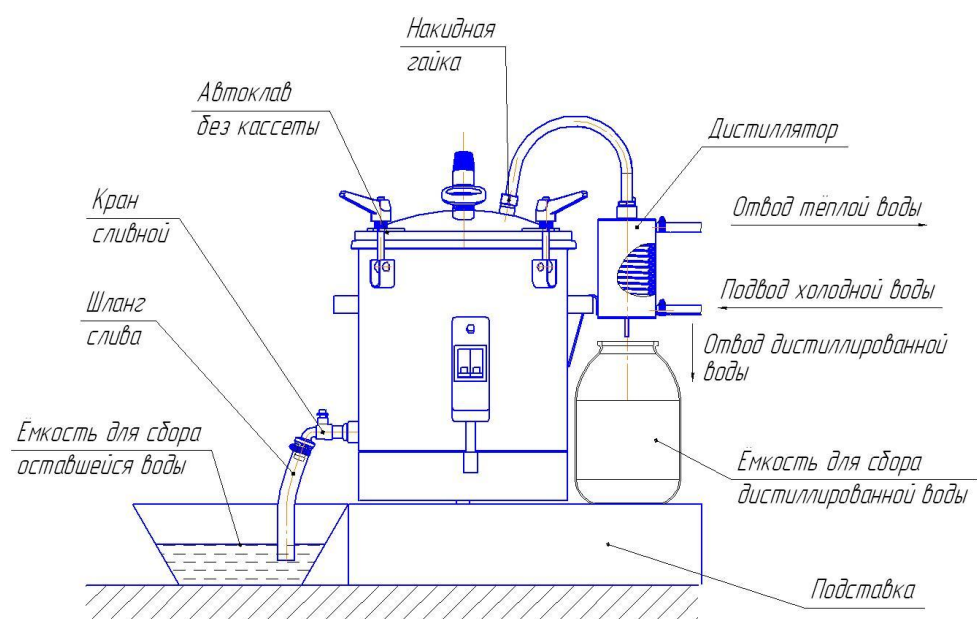

Рис. 4 Автоклав в сборе с дистиллятором
6.11. При появлении пара из конца отводящей трубки открыть водопроводный кран и заполнить рубашку конденсатора водой до выхода её из сливной трубки (рис. 4).
6.12. При появлении первых капель дистиллированной воды из отводящей трубки (рис. 4) отрегулировать расход воды через конденсатор так, чтобы из отводящей трубки не выходил пар. Поддерживать постоянную температуру воды в корпусе автоклава с помощью выключения и включения ТЭНа.
6.13. При получении необходимого количества дистиллированной воды необходимо отключить автоклав переключив рычажок 2 в положение "Выкл.", и дождаться прекращения процесса кипения в автоклаве. При этом перестает капать вода из отводящей трубки (рис. 4).